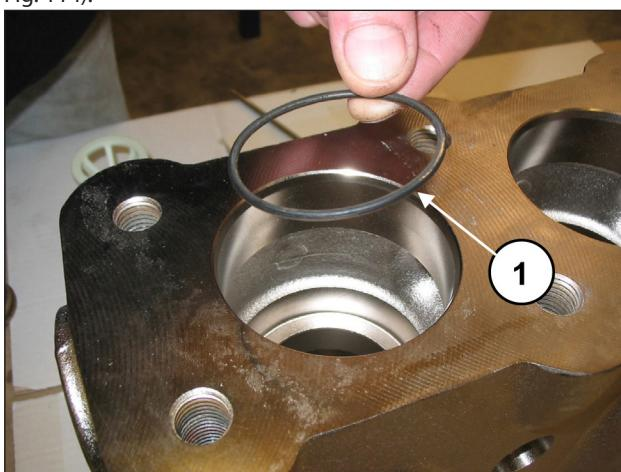

Fig. 114
Introducir la junta tórica, pos. dibujo desglosado 6 (pos. ①, Fig. 114).